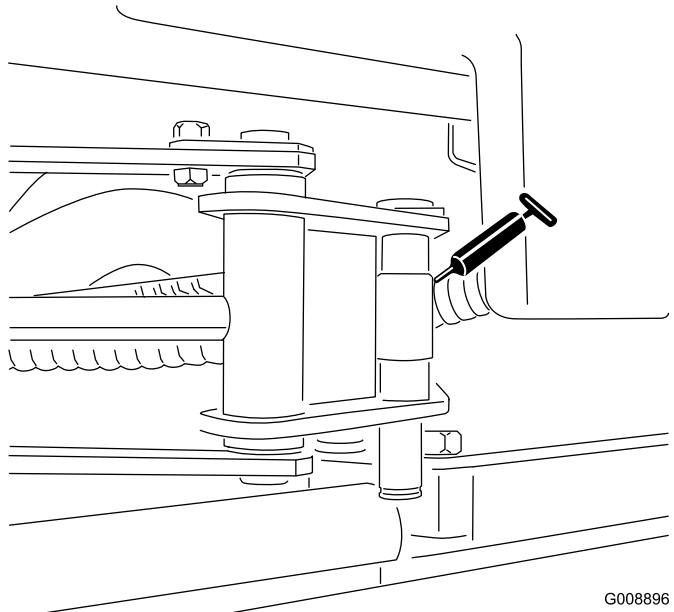

図 49
- ・ サイドワインダーのシリンダの両端 (2ヶ所; モデル 03170 のみ) (図 49)